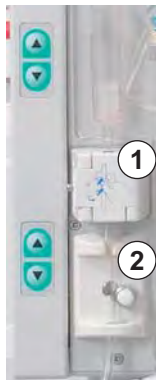

Рис. 5-11 Установка венозной магистрали
12. Поместить венозную магистраль в детектор воздуха (SAD, Рис. 5-11, ①) и в зажим магистрали (SAK, ②).